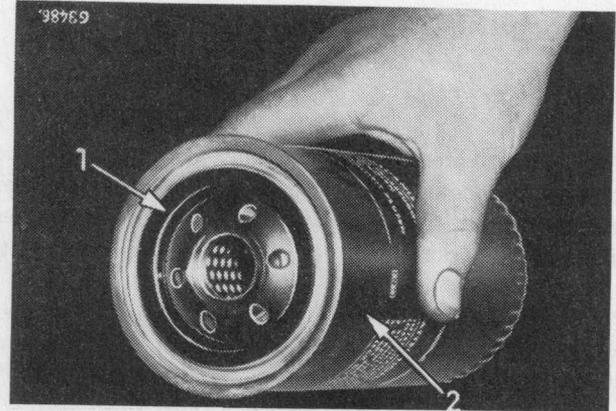

Figure 55
- 5 - Montez le filtre neuf en enduisant d'huile moteur son joint (1) Fig. 55. Vissez la cartouche à la main. N'utilisez pas d'outil de serrage.